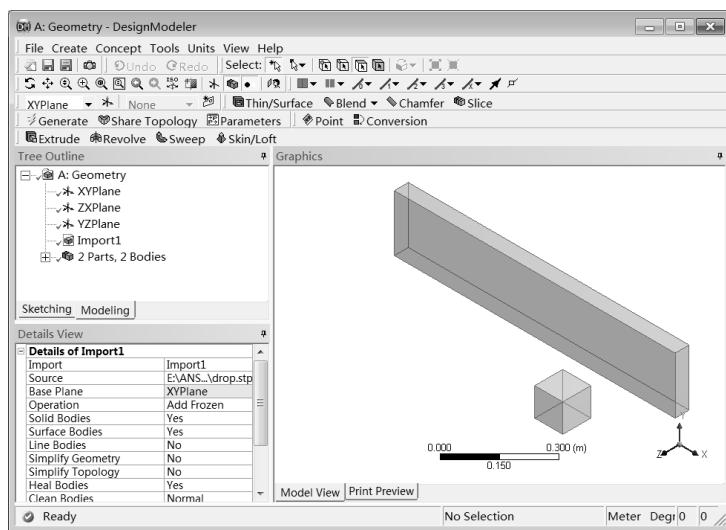

图 12-9 生成几何图形
Step4：如图 12-9 所示，单击工具栏中的 Generate 按钮生成几何图形。